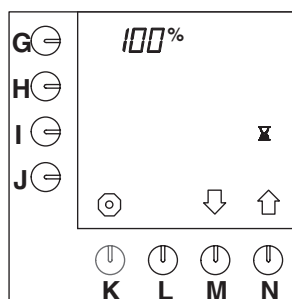

Fig. 46 Pauzetiijd 100%
- Druk op selectietoets (N.)↑ tot fig. 46 in het display verschijnt.